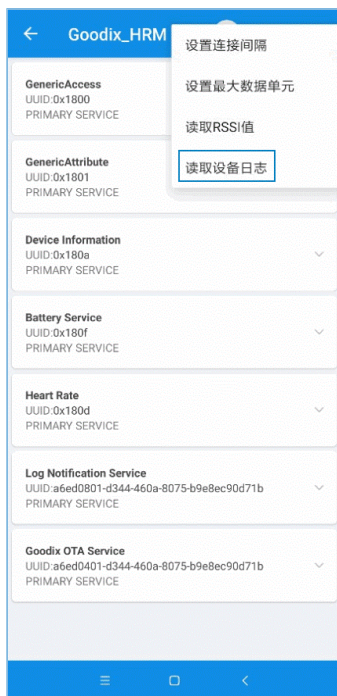

图 3-4 读取设备日志
2. 点击右上角的  按钮，选择“读取设备日志”，如图 3-4所示：